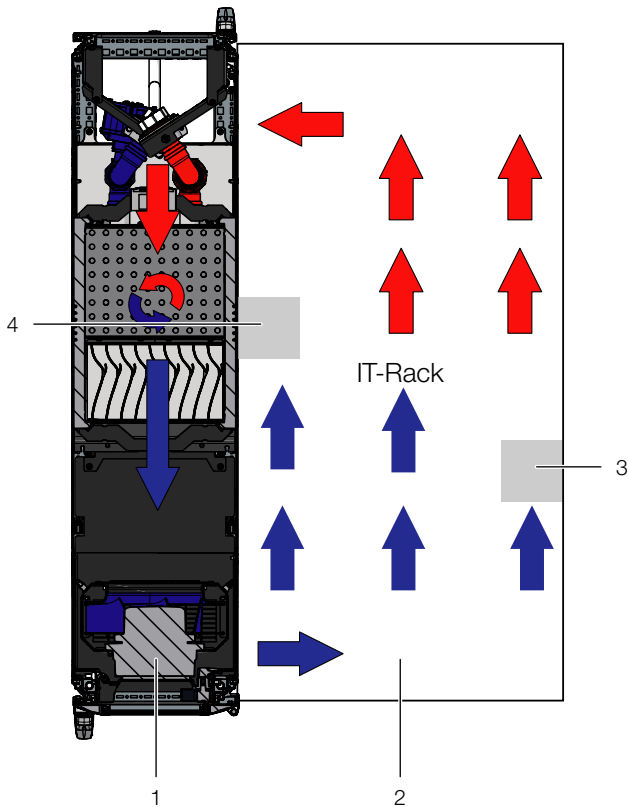

Abb. 15: Anordnung der Schaumstoffstreifen bei seitlich durchströmten Geräten (Draufsicht) – LCP Rack DX
- Sind im Serverschrank mehrere seitlich durchströmte Geräte eingebaut, schneiden Sie entsprechend mehrere Stücke aus dem Schaumstoffstreifen heraus, so dass sich schließlich auf der Höhe jedes seitlich durchströmten Geräts links oder rechts am Serverrack eine Aussparung im Schaumstoffstreifen befindet. Achten Sie darauf, dass sich auf der Warmluftseite der Geräte keine Aussparungen befinden (Abb. 15, Pos. 3).
- Befestigen Sie diese Schaumstoffstreifen nach hinten versetzt auf der Kaltluftseite der Geräte (Abb. 15, Pos. 4). Achten Sie darauf, die Streifen so anzubringen, dass alle in den Geräten verbauten Lüfter Kaltluft ansaugen können bzw. dass keiner der Lüfter verschlossen wird.
Die Schaumstoffstreifen können zwischen der vorderen und hinteren Stütze des Serverracks über die gesamte Tiefe an den seitlich durchströmten Geräten angebracht werden (Abb. 15).